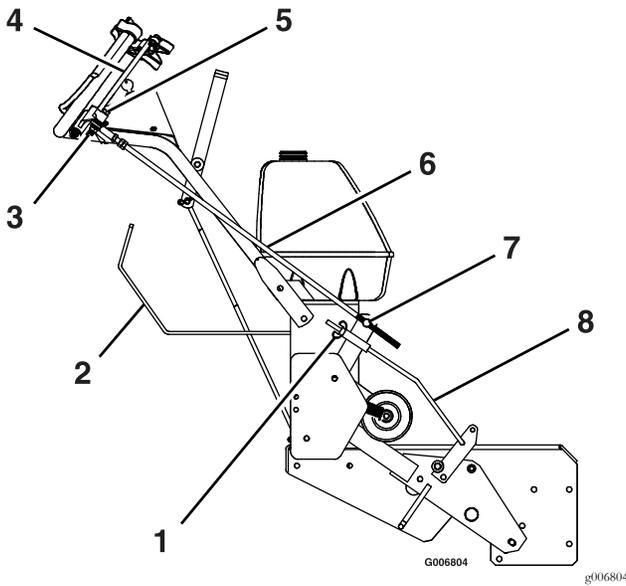

Figure 22
- A. Localisez la tringlerie du levier de déplacement d'un côté de la machine et retirez la vis à tête hexagonale 5/16-18 x 1 3/4 po et l'écrou Nyloc 5/16-18 po (voir Figure 22).
- B. Vissez ou dévissez la tringlerie du levier de déplacement dans le pivot situé sur le bras de renvoi de transmission aux roues jusqu'à ce que le bord plat du levier de déplacement s'aligne sur le cran de galet inférieur du verrou de blocage de point mort/de frein de stationnement (voir Figure 22).
- C. Reposez la vis à tête hexagonale 5/16-18 x 1 3/4 po et fixez-la avec l'écrou Nyloc 5/16-18 po. Répétez cette procédure de l'autre côté (voir Figure 22).